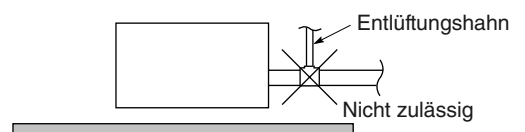

Abb. 3-196
- Keinen Entlüftungshahn anbringen, da dies zu einem Herausspritzen von Wasser aus der Ablaufleitungsöffnung führen kann. (Abb. 3-196)